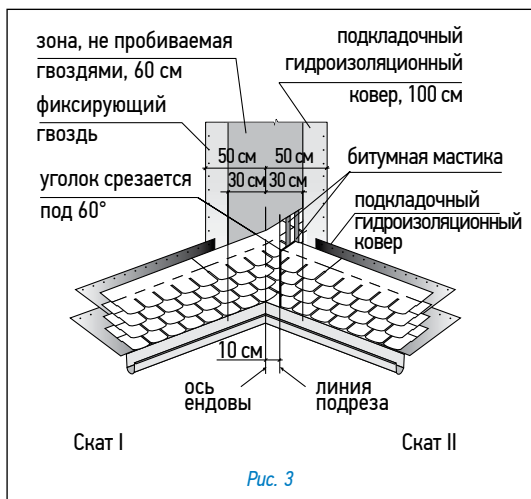

Рис. 3
Ендова (рис. 3)
• лист, подходящий к ендове со ската II, должен доходить до линии подрезки и обрезаться по ней. Верхний уголок обрезанного края листа подрезается под углом 60° (5 × 3 см — рис. 3);
- лист, подходящий к ендове со ската II, должен доходить до линии подрезки и обрезаться по ней. Верхний уголок обрезанного края листа подрезается под углом 60° (5 × 3 см — рис. 3);